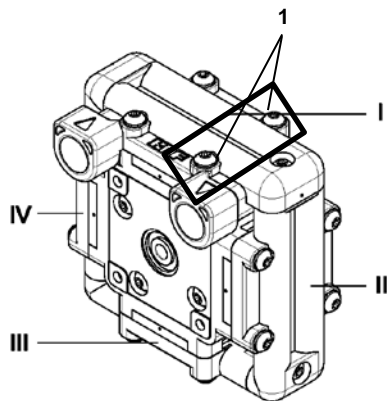

Fig. 17
i ACHTUNG: Bei Montage Verschaltung II müssen die zwei markierten Kopfschrauben (1) von Kopf I (siehe Fig.17) um 2 Umdrehungen gelöst sein, ansonsten werden Dichtlippen beschädigt.
22. Festziehen der zwei gelösten Kopfschrauben (1) von Kopf I mit Drehmoment 2.5 Nm**.
23. Montage der vier Verbindungsschrauben (2) mit Drehmoment 1.2 Nm **.